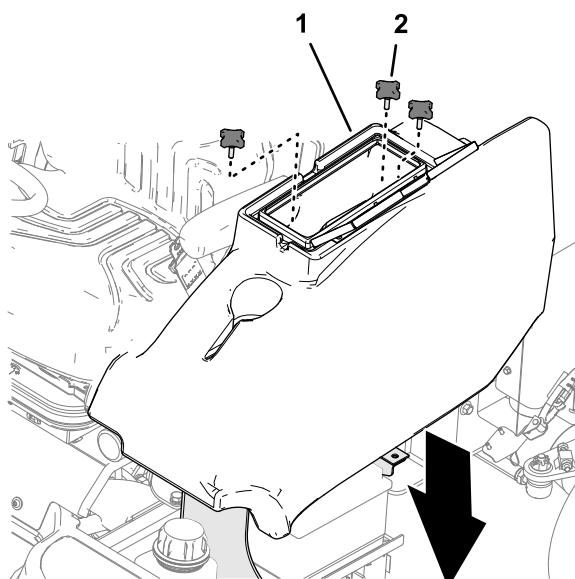

Bild 54
2. Entfernen Sie die 3 Handräder, mit denen das Ablagefach an der Maschine befestigt ist, und nehmen Sie das Fach heraus (Bild 54).
2. Bauen Sie das Ablagefach mit den 3 Handrädern in die Maschine ein (Bild 54).